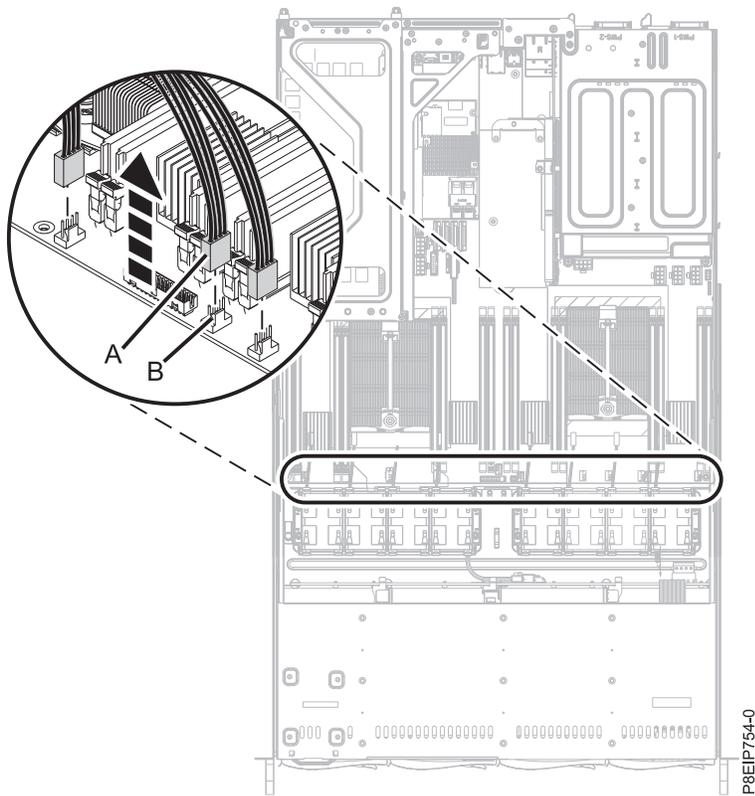

Figure 13. Déconnexion du câble du ventilateur
5. Pour déconnecter un câble de ventilateur, enfoncez la patte du connecteur **(B)** et ôtez avec soin le connecteur **(A)** du fond de panier système, comme indiqué dans la figure 13, à la page 17. Ne tirez pas sur les fils. Faites passer le câble à travers le support du ventilateur.